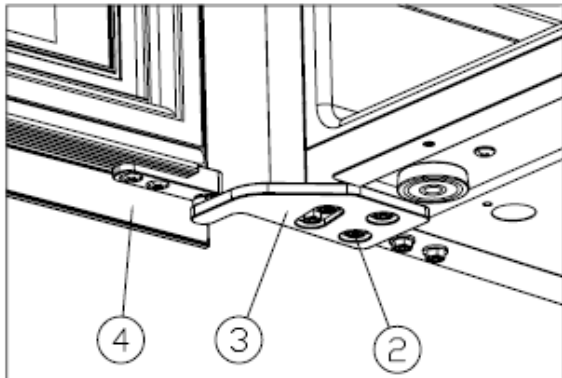

Figura 5
- ✧ Instale a dobradiça superior direita ③ e aperte os parafusos M5*16 ②. [Figura 5]